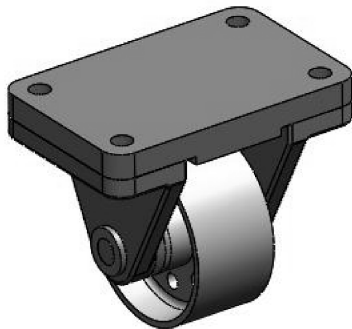

图 5-54 装配体模型
- 打开本例素材源文件【offset \ caster.sldasm】装配体文件，如图 5-54 所示。